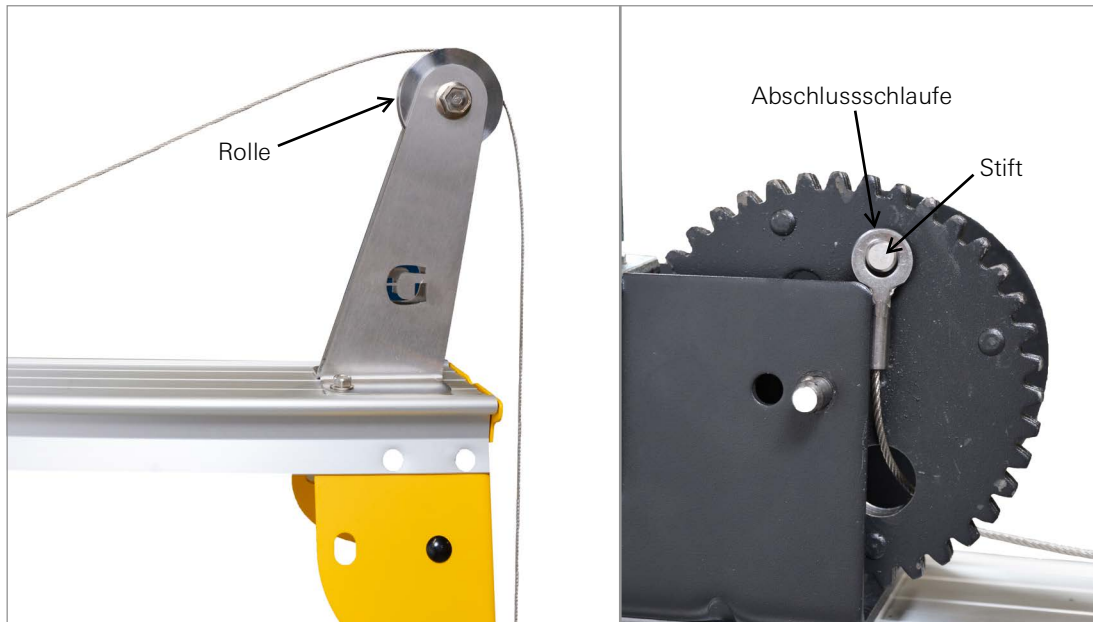

ABBILDUNG 49: Tragkabel über Rolle (links) und Abschlusschlaufe auf leerer Trommel installiert (rechts)
6. Drehen Sie die Trommel so, dass der Abschlussschlaufenstift wie in Abbildung 49 sichtbar ist. Führen Sie das Tragkabel über die Rolle und stecken Sie die Abschlussschleife des Tragkabels durch den Schlitz der Trommel auf den außenliegenden Stift.